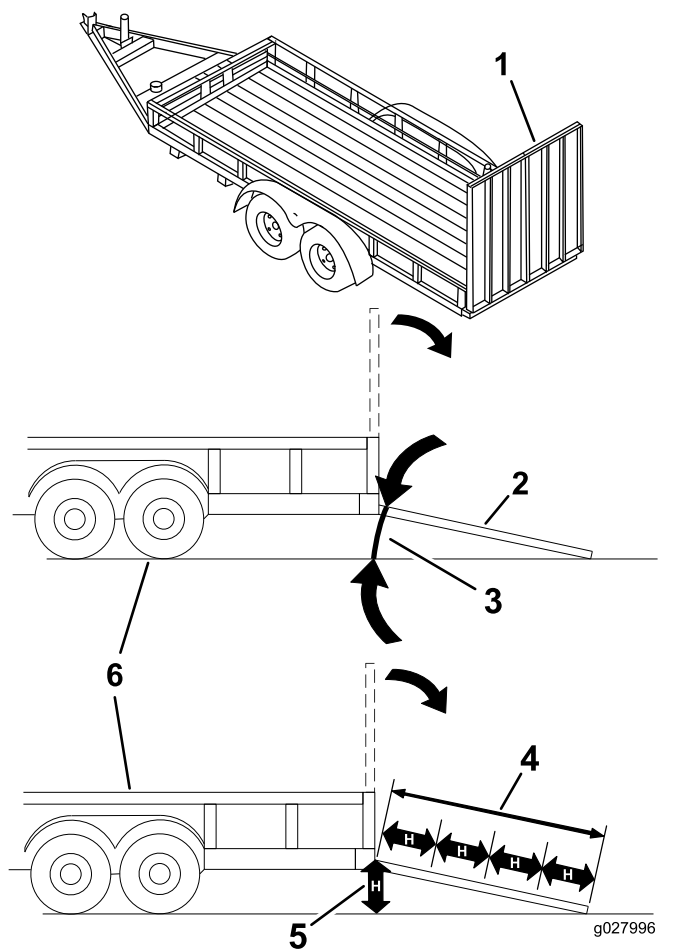

Bild 30
Das Laden einer Maschine auf einen Anhänger oder einen Lastwagen erhöht die Umkipppgefahr und könnte schwere oder tödliche Verletzungen verursachen (Bild 30).
3. Senken Sie die Rampe ab und stellen Sie sicher, dass der Winkel zwischen der Rampe und dem Boden höchstens 15 Grad beträgt (Bild 30).
1. Senken Sie die Rampe ab und stellen Sie sicher, dass der Winkel zwischen der Rampe und dem Boden höchstens 15 Grad beträgt (Bild 30).